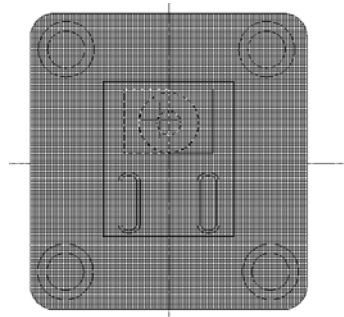

图 6.30 填充图案后的效果
(4) 按 Enter 键确认, 返回到【图案填充和渐变色】对话框, 使用默认图案, 然后单击【确定】按钮, 填充完图案后的效果如图 6.30 所示。